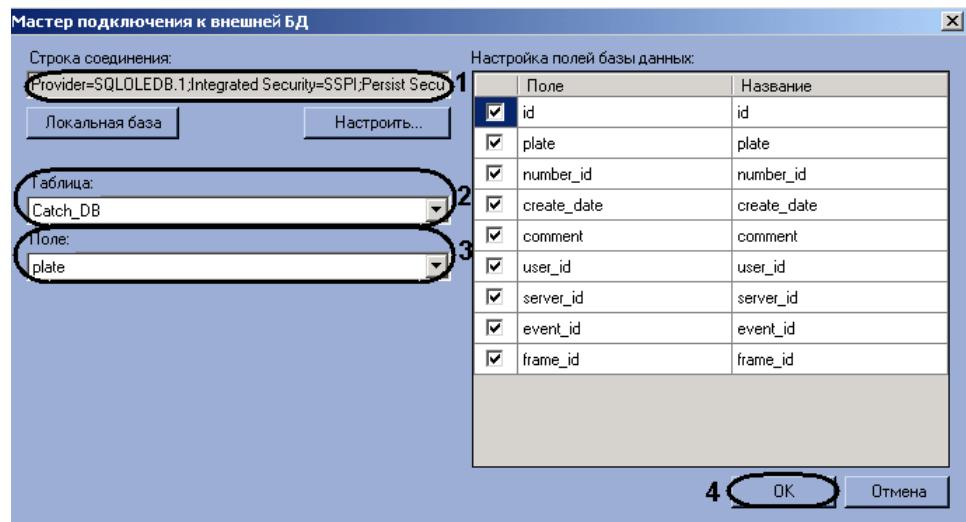

Рис. 7.6—6. Выбор столбца с номерами транспортных средств
- В списке «Таблица» (см. Рис. 7.6—6, 2) отображаются названия таблиц в выбранной базе данных. Выбрать из данного списка таблицу, в которой содержатся номера транспортных средств.